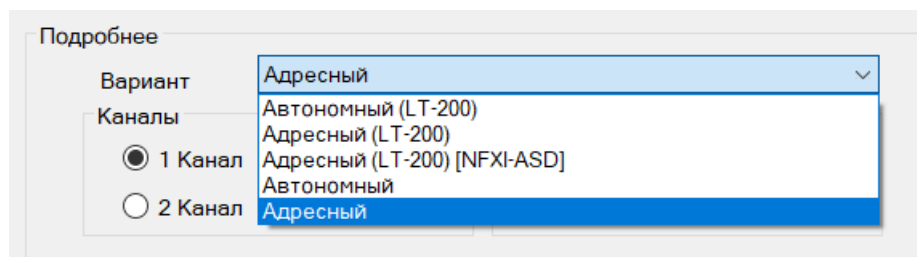

Рисунок 22
- В правом окне на вкладке «Общий» выберите вариант извещателя - «Адресный» (рисунок 22), а так же количество каналов и дымовых сенсоров. **Важно!!! Убедитесь, что количество каналов и сенсоров соответствует используемой модели извещателя.** После этого в файл проекта загрузятся заводские установки по умолчанию для выбранной модели.